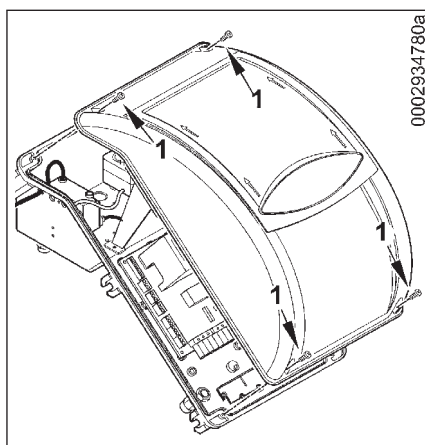

图1
- 卸下图1的4个螺丝（1），移除盖子，而无需拆卸下透明盖板。通过这种方式可以接触到燃烧器的电控面板。